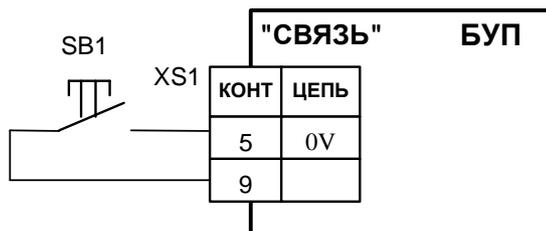

Рис. 13 – Схема подключения к БУП кнопки для кратковременного открытия всех соленоидных клапанов
- а) Отключить питание от БУП. Подключить к БУП кнопку SB1 из комплекта поставки в соответствии с Рис. 13. Включить питание БУП. Кнопка используется для кратковременного открытия (на 3,5 с) всех соленоидных клапанов при подготовке пробоотборника к работе.
- кратковременно нажать кнопку SB1 (Рис. 13). После ее отпускания на 3,5 сек. откроются все соленоидные клапаны, в результате все полости ПУ заполняются продуктом;
в) Вновь подключить БУП к внешнему устройству. Для этого отключить питание от БУП, отключить разъём XS1 с кнопкой SB1 от БУП (Рис. 13) и подключить БУП к внешнему устройству в соответствии с Рис. 10, включить питание БУП.